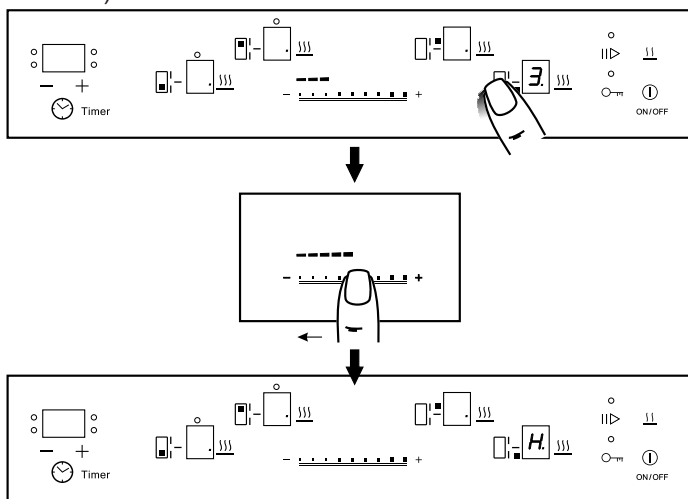

Рис. 15
1. Работавшую конфорку переведите касанием зоны ② в режим управления (рис. 15).
2. Перемещая палец по слайдеру ④, установите в окне индикации значение «0» - конфорка отключится. Если поверхность варочной панели в зоне конфорки к этому времени сильно нагреется, в окне ③ будет светиться буква «Н» (см. раздел «Индикация остаточного тепла»).